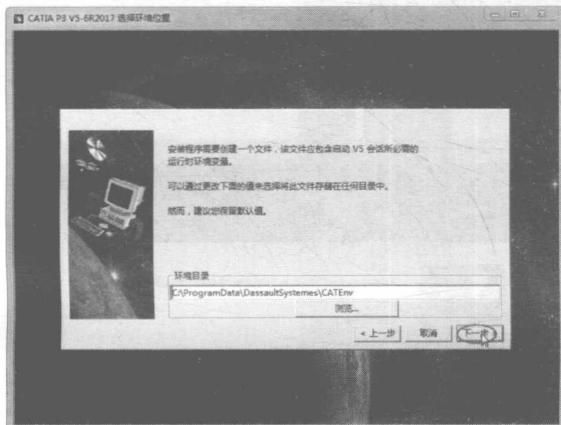

图 1-4 选择存储位置
- 03 在安装界面输入存储位置到【环境目录】，如图 1-4 所示，或者单击【浏览】按钮进行选择，单击【下一步】按钮。